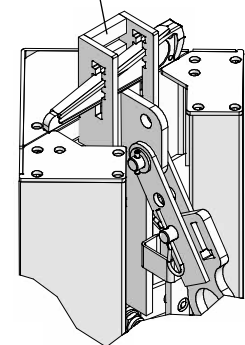

Abb. 54.6 Betonierzustand
1. Der an der Ausschalecke integrierte Keil wird zur Fixierung am Kopplungsstück der Ecke eingesteckt (Punkt C Abb. 54.6).
8. Der unverlierbare Keil wird wieder eingesteckt (Abb. 54.6).